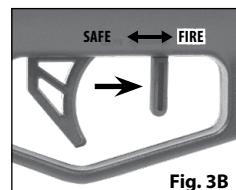

Fig. 3B
2. La palanca del seguro está en posición de **FUEGO** ("FIRE") y con el seguro desactivado ("OFF SAFE") cuando la palanca del seguro está en la posición adelantada "FIRE" y no puede moverse más adelante (Fig. 3B).